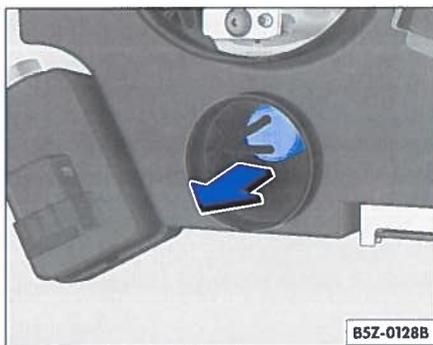

Abb. 116 Standlicht
- Ziehen Sie die Fassung ⇒ Abb. 116 in Pfeilrichtung heraus.